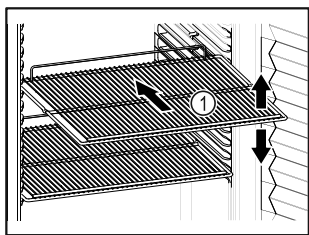

Fig. 86 Immagine a titolo di esempio
- Se è possibile spostare i ripiani Fig. 86 (1), regolarli in altezza.